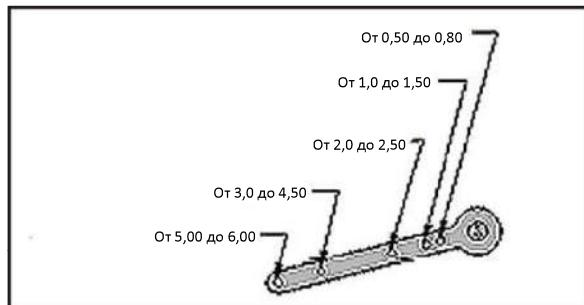

Рис. 19. Значения хода
3. Установить концы штока и кронштейны в соответствии с ходом и размером привода. Значение по умолчанию — ход 4,00". Другие значения хода см. на Рис. 19.